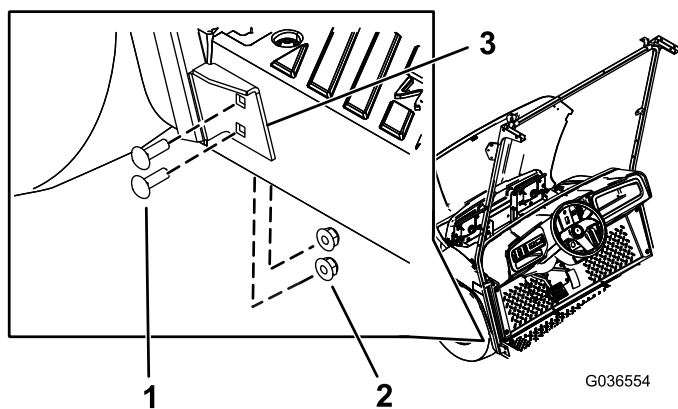

Figura 6
5. Fije el soporte inferior del apoyo del parabrisas a la izquierda de la máquina con 4 pernos de cuello cuadrado (5/16" x 1") y 4 tuercas con arandela prensada (5/16") en los taladros que ha realizado en el paso 2 (Figura 6).